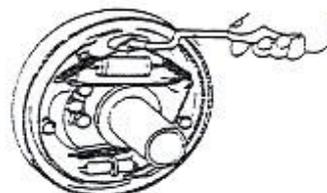

figure 2-27
(7) Placez le ressort de compression sur la poignée de frein à main, puis fixez la poignée sur le sabot de frein. Voir figure 2-27